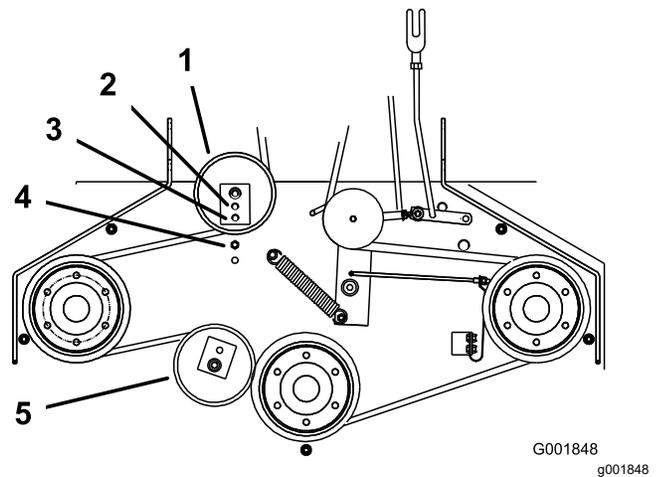

Figure 9
6. Si vous ne pouvez plus régler le tendeur et que la courroie est encore détendue, vous devez alors déplacer la poulie de tension arrière dans le trou central ou avant (Figure 9). Utilisez le trou permettant d'obtenir le réglage correct.
7. Lorsque vous déplacez la poulie de tension, déplacez aussi le guide-courroie. Déplacez le guide-courroie à la position avant (Figure 9).